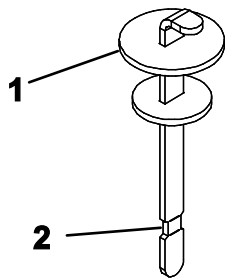

图20
- 从加油颈中取出量油尺，用干净的抹布擦拭。将量油尺插入加油颈；然后再取出检查液位。液压油位应达到量油尺上的标记（图20）。